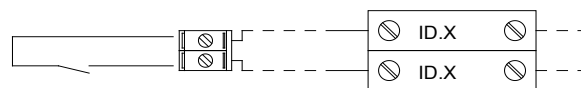

Figura 16
- Nella Figura 16 è possibile vedere un esempio di collegamento degli ingressi digitali.